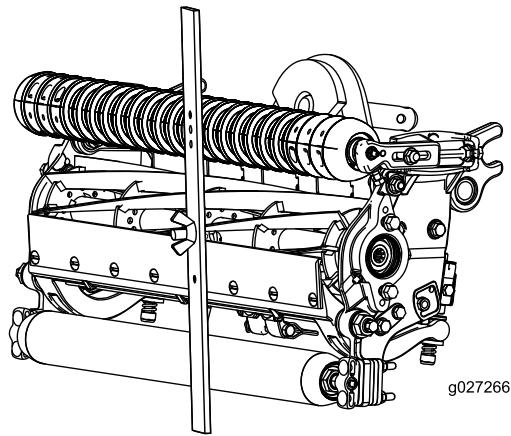

图17
- 4. 将螺丝头钩在底刀的刀刃上，并将调刀尺的后端放到后滚筒上（图17）。
- 5. 旋转调节螺丝，直到前滚筒接触到调刀尺（图17）。调节滚筒的两端，直到整个滚筒与底刀平行。